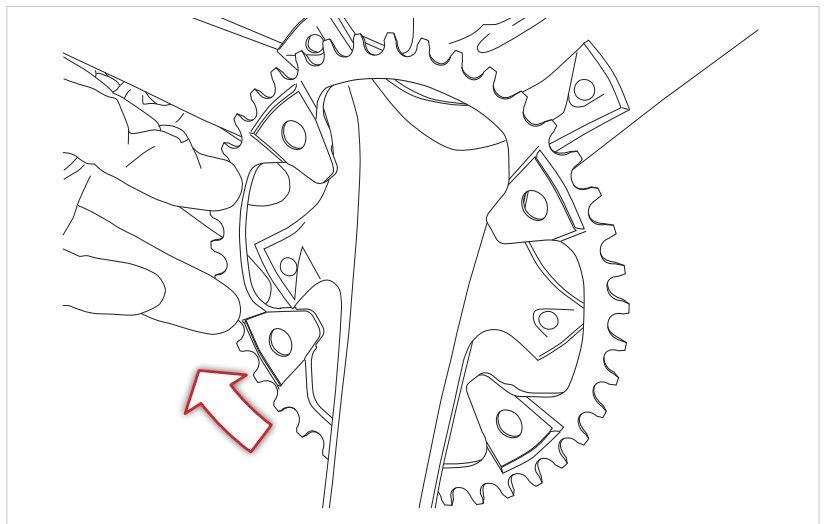

Fig.5
- Ruotate l'ingranaggio per poterlo sfilare dalla guarnitura facendo attenzione a non strisciare la guarnitura stessa (Fig.5).